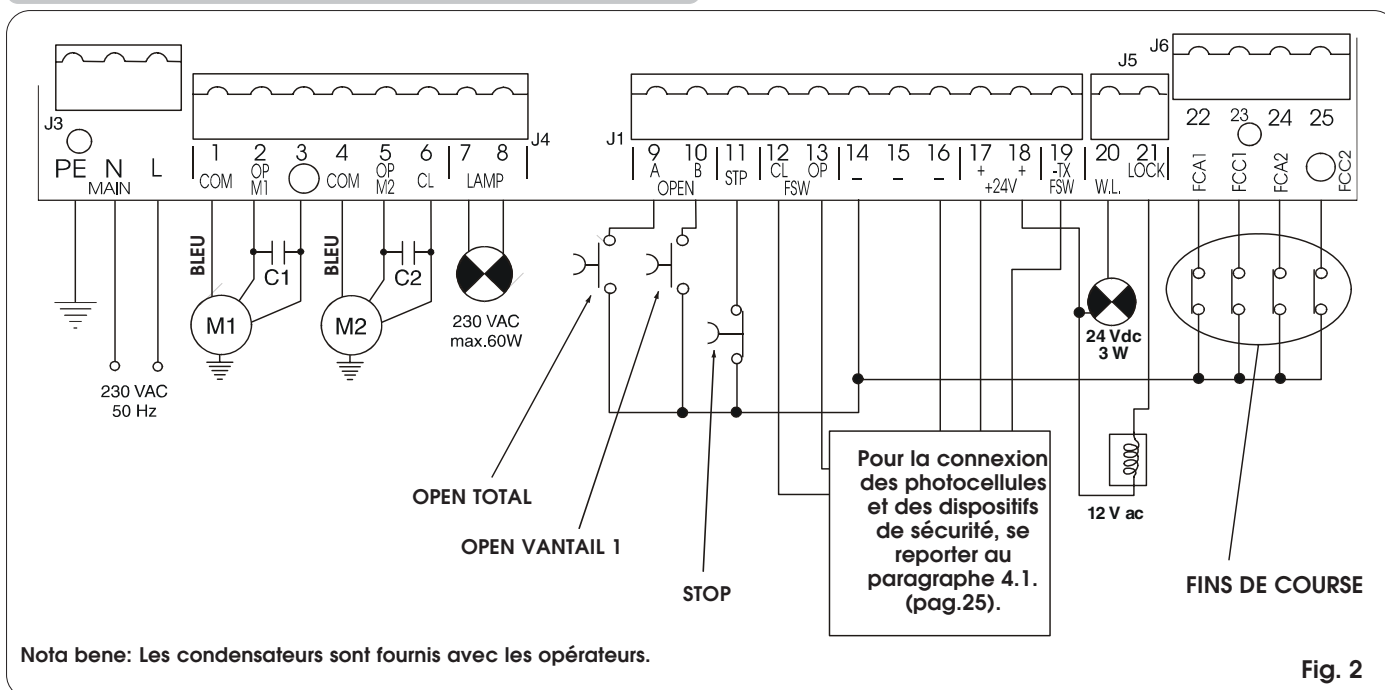

Fig. 2
- Connecter la terre à la borne spécifique prévue sur le connecteur J3 de la platine (voir fig.2).
4.2. BORNIER J3 - ALIMENTATION (FIG. 2)
4.3. BORNIER J4 - MOTEURS ET FEU CLIGNOTANT (FIG. 2)
4.4. BORNIER J1 - ACCESSOIRES (FIG. 2)
4.5. BORNIER J5 - LAMPE-TÉMOIN ET ELECTROSERRURE (FIG. 2)
4.7. BORNIER J6- FINS DE COURSE ET/OU GATECODER (FIG. 2)